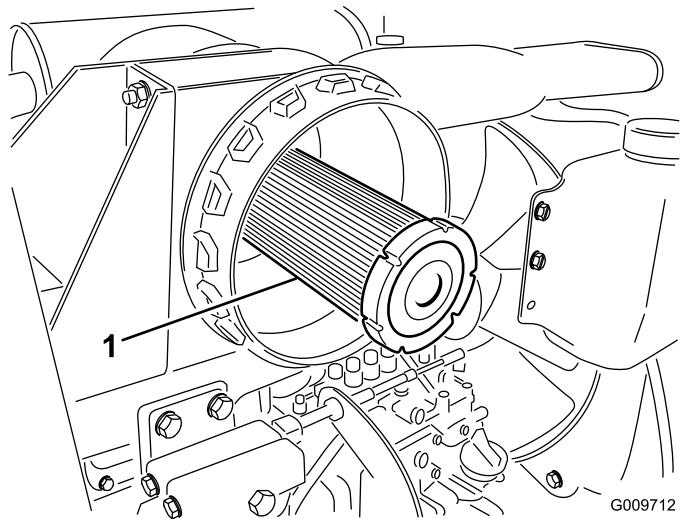

図 58
**重要** 安全フィルタ図 58 は絶対に洗わないでください。 安全フィルタは、主フィルタの3回目の整備時に交換してください。